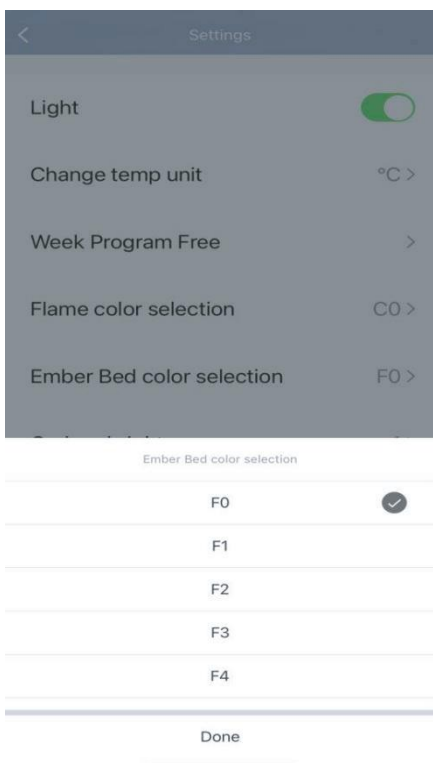

Abb. 12
7. Öffne die Glutbett-Farbwahl , dort kannst du aus insgesamt 8 Farben (F0–F8) wählen, wie in Abbildung 12 dargestellt.